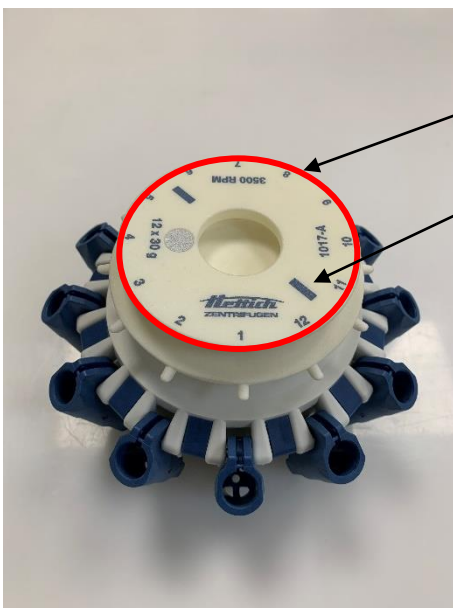

Fig. 7.6
1. Ta tak i gripeområdet på rotoren (fig. 7.6, pos. 1) og plasser rotoren over motorakselen
2. Rett inn markeringene (fig. 7.6, pos. 2) på oversiden av rotoren etter sporene på motorakselen